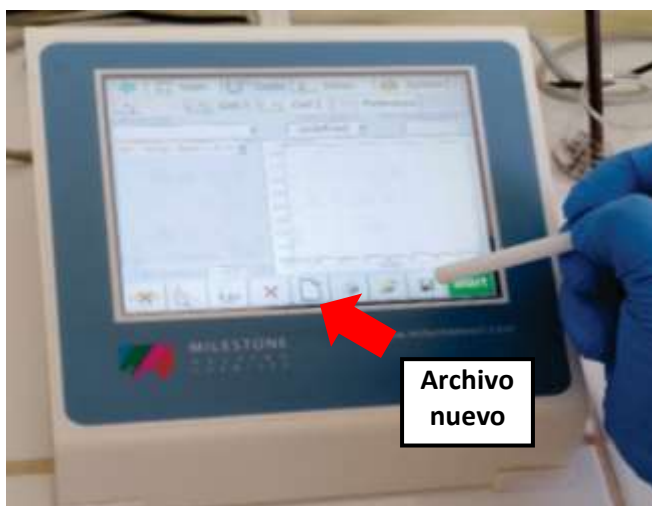

Fig. 2 Pantalla principal para crear Curva de Calibración
- Busque la pestaña "Calibr." y presione el ícono  para crear un archivo nuevo (Fig.2).